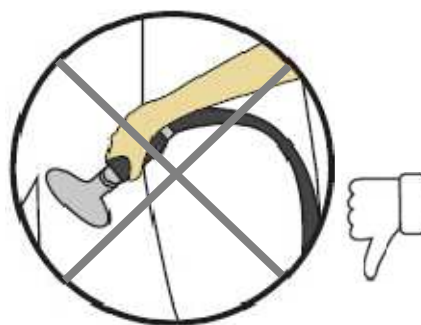

fig.24
- Nunca utilice la cabeza de vapor en sentido horizontal o inclinándola hacia atrás. (fig.24)